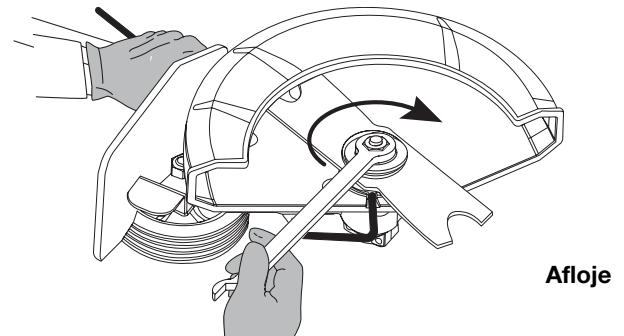

Fig. 9
3. Mientras sostiene la varilla de cierre, afloje la tuerca de la cuchilla girándola **en sentido horario** con una llave de 13 mm (Fig. 9). Saque la tuerca, la arandela de retención y la cuchilla. Guarde la tuerca y el retén de la cuchilla para la instalación.